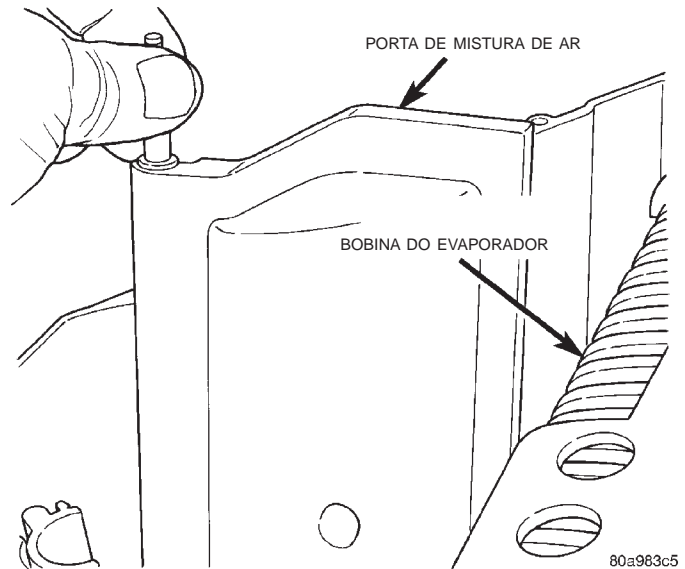

Fig. 58 Remoção/Instalação da Porta de Mistura de Ar
(1) Remova a carcaça do aquecedor-A/C do veículo e retire sua tampa. Consulte "CARÇAÇA DO AQUECEDOR-A/C", na seção "REMOÇÃO E INSTALAÇÃO" deste grupo, para obter os procedimentos.
(2) Desprenda, do orifício do pivô, o eixo da porta de mistura de ar, na parte inferior da carcaça do aquecedor-A/C (Fig. 58).